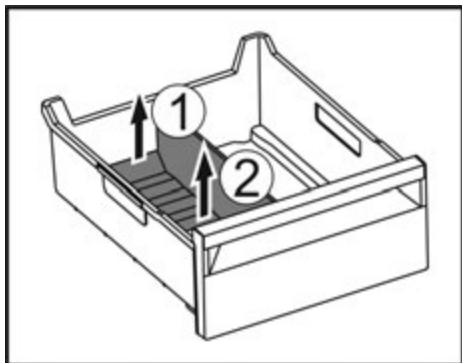

Fig. 99
- ▶ Підняти задню частину перегородки відділення для льоду. Fig. 99 (1)
- ▶ Вилучити перегородку рухом вгору. Fig. 99 (2)